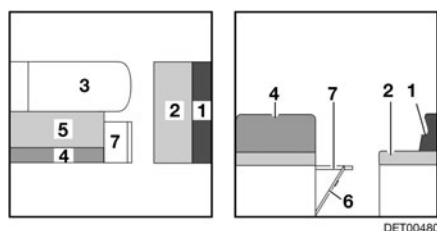

Fig. 113 Durante la transformación
- Plegar la prolongación del banco de asiento (Fig. 113,7) hacia arriba y colocar una cuña con la trampilla.